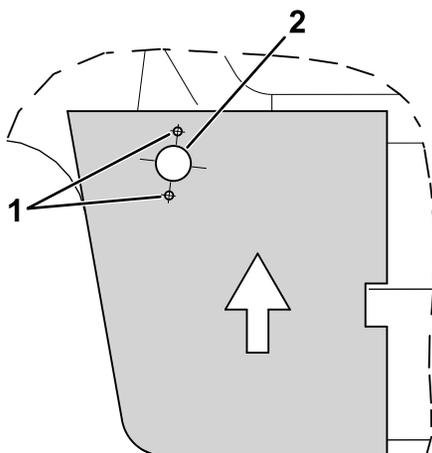

Figura 2
3. Praticate 3 fori nel cofano, come illustrato nella Figura 2.